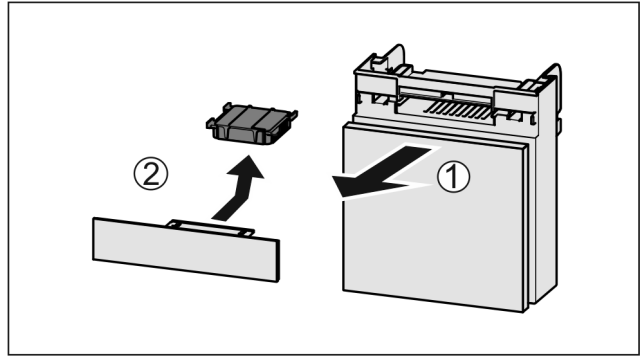

Fig. 218
- Fach nach vorne herausziehen Fig. 218 (1).
- Aktivkohlefilter entnehmen Fig. 218 (2).